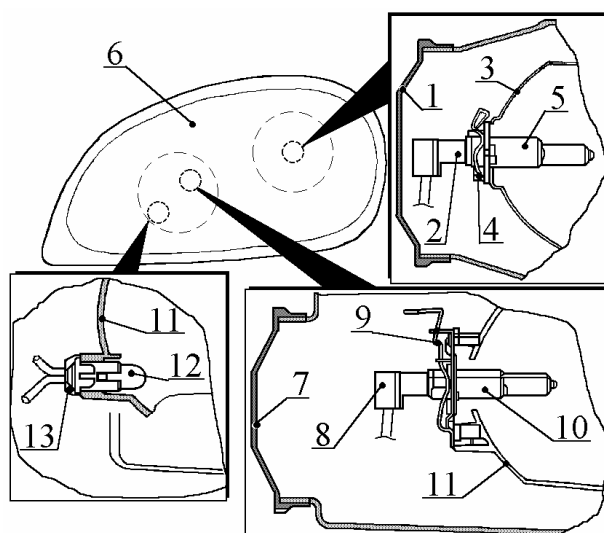

Рис. 26. Замена ламп головных фар:
8.1.1. Снять крышку 1 (рис. 26) с головной фары 6.